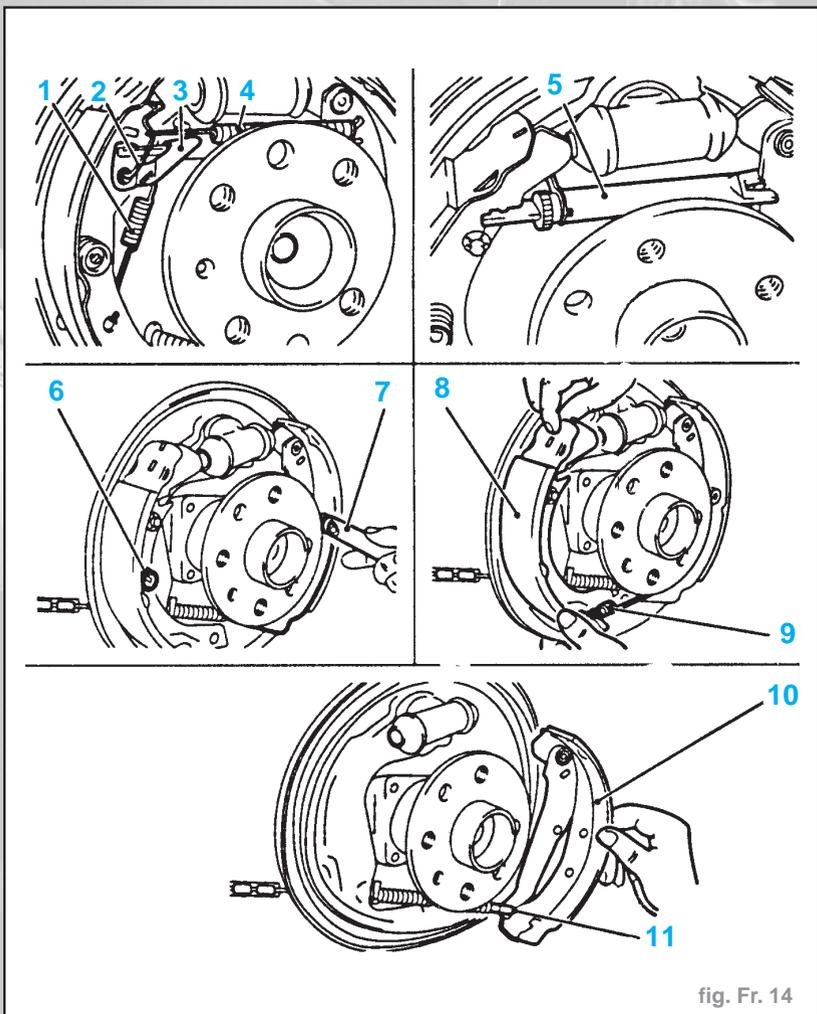

fig. Fr. 14
- Décrocher le ressort de rappel supérieur (4) avec la pince pour ressorts de frein.
- Démontez l'étrier de retenue (2).
- Décrocher le levier de rattrapage (3) avec le ressort (1). En tirant, écarter un peu les mâchoires de frein, démonter l'unité de rattrapage (5) avec le thermoclips. Torsionner la coupelle de ressort de pression (6) des deux côtés à l'aide de l'outil **KM-346** (7) jusqu'à ce que les ressorts soient déverrouillés. Démontez la mâchoire de frein antérieure (8) et décrocher le ressort (9). Décrocher et démonter la mâchoire de frein postérieure (10) du câble de frein à main (11) (fig. Fr. 14).
- Monter le levier de réglage (3) avec ressort (1).
- Mettre en place l'étrier de retenue (2) et monter le ressort de rappel supérieur (4) à l'aide de la pince pour ressort de frein (fig. Fr. 14).